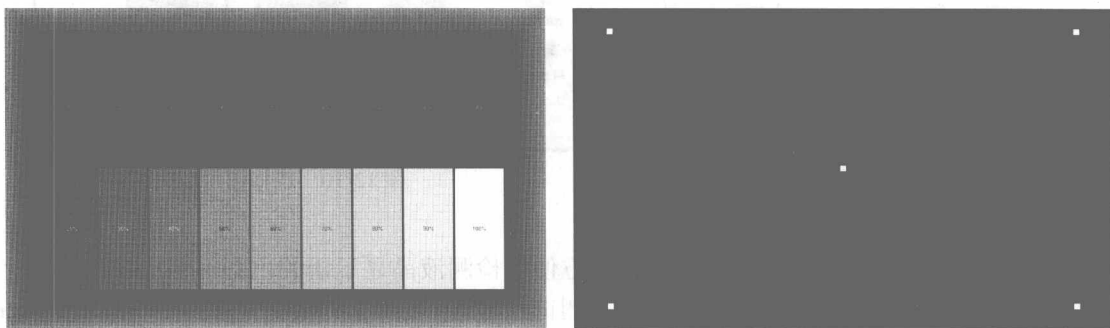

图 12-13 对比度亮度测试
步骤③ 测试完液晶显示器的几何失真度后，单击“对比度亮度”按钮，开始测试显示器的对比度和亮度，如图 12-13 所示。